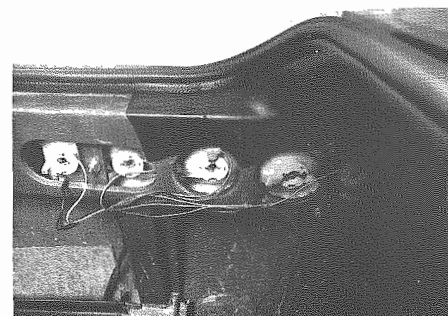

Fig. 7 - Smontare il gruppo ottico
- Allentare i dadi di fissaggio e staccare i cavi elettrici (**Fig. 7**). Smontare il gruppo ottico posteriore.
- Loosen fixing nuts and detach electric wires (**Fig. 7**). Remove rear lights assy.